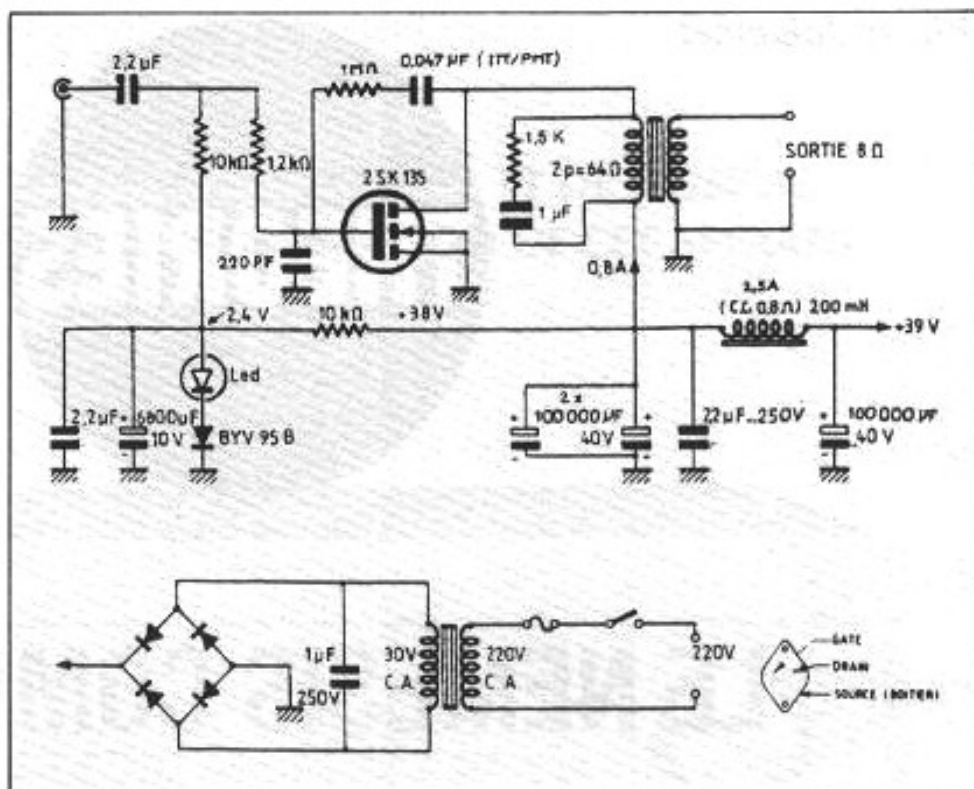

Fig. 1 : Schéma définitif du Némésis.
Le schéma original du Nemesis, dû à Jean Hiraga (1) est donné fig. 1 dans sa version définitive.